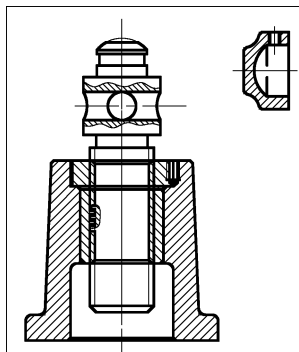

图 11-54 复制顶盖示例
2) 在“QD010 装配图”绘图区, 单击“剪贴板”面板→“粘贴”按钮, 粘贴图形, 如图 11-54 所示。